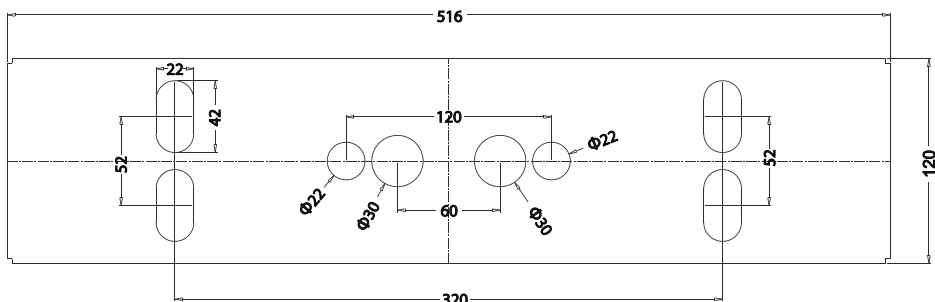

Рис. 3-2
1. Произведите разметку отверстий под крепления согласно рис. 3-2.